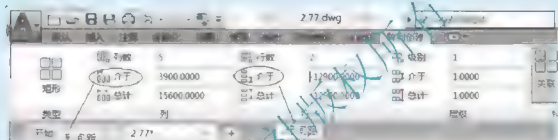

图 2.76 阵列对话框
- AutoCAD 2018版的【阵列】命令是三维阵列,其经典模式工作空间内没有【阵列】对话框,但“草图与注释”工作空间内的【阵列】命令有对话框,如图2.76所示。